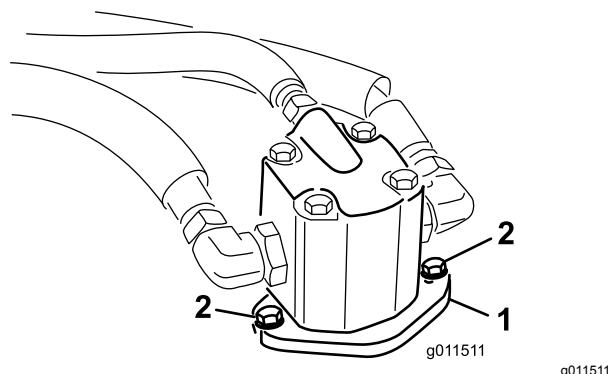

Figura 78
4. Retire los pernos que sujetan el motor hidráulico a la carcasa de corte (Figura 78).